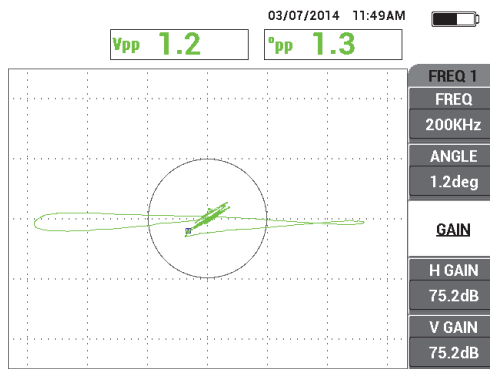

図 5-54 画面の水平方向に広がる信号
3. プローブを前後に移動させながら試験片をスキャンし、ゲインキー (**dB**) を押してから、信号が画面幅のおよそ 80% に達するまでノブを使って信号の振幅を調整します (169 ページの図 5-54 を参照)。